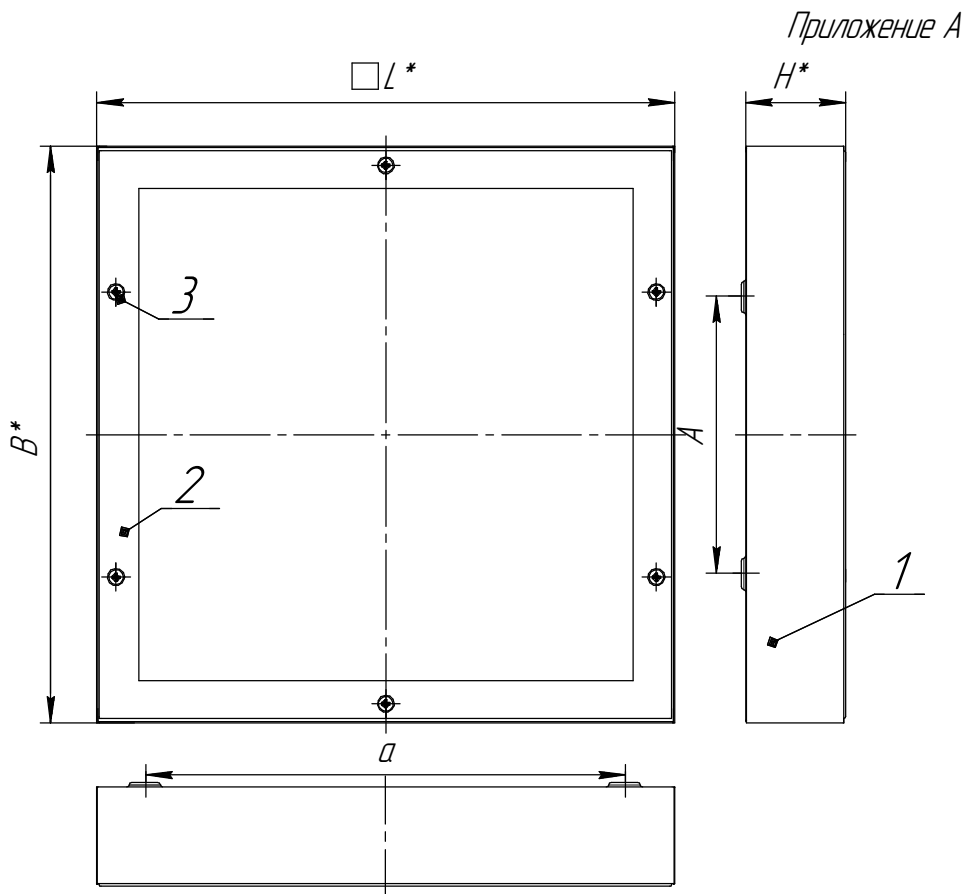

Рисунок 1: 1. Корпус в сборе, 2. Обечайка в сборе. 3. Винт
4.1 Светильник состоит: из корпуса в сборе поз.1, в котором размещена электрическая схема; обечайки в сборе поз.2 которая закреплена на корпусе в сборе при помощи винтов поз.3 рисунок 1.
6.2. Снимите обечайку в сборе поз.2 рисунок 1 предварительно открутив 6 винтов поз.3. Обечайка в сборе повиснет на 2-х оконцевателях закрепленных на корпусе в сборе при помощи винта поз.4.
6.8. Установите обечайку в сборе поз.2 рисунок 1 на корпус в сборе поз.1, закрутив 6 винтов при помощи отвертки поз.3.